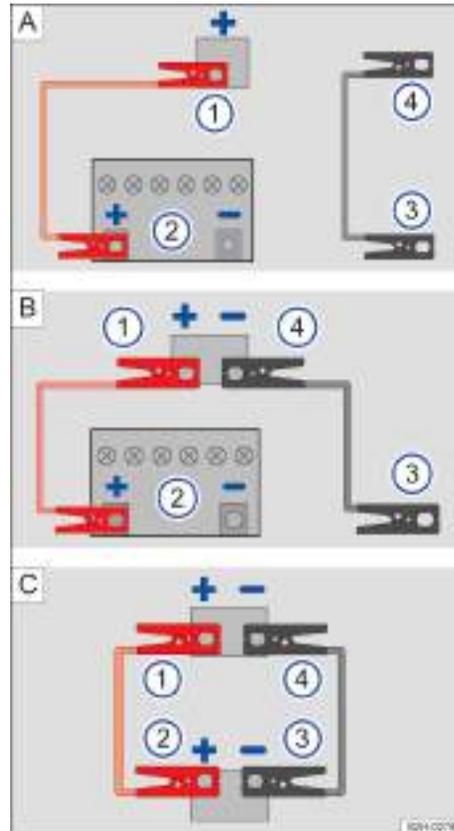

Fig. 164 En el compartimento del motor: conexiones para los cables de arranque (representación esquemática).
Leyenda de la fig. 164:
- **fig. 164 A**: Conexión entre la batería del vehículo que suministra la corriente **2** y **3** y la toma para la ayuda de arranque del vehículo con la batería descargada **1** y **4**.
- **fig. 164 B**: Conexión entre la batería del vehículo que suministra la corriente **2** y **3** y las dos tomas para la ayuda de arranque del vehículo con la batería descargada **1** y **4**.
- **fig. 164 C**: Conexión entre las tomas para la ayuda de arranque del vehículo que suministra la corriente **2** y **3** y las dos tomas para la ayuda de arranque del vehículo con la batería descargada **1** y **4**.
- Conecte un extremo del cable de arranque *rojo* al polo positivo **+** del vehículo con la batería descargada → **fig. 164 1**.
- Conecte el otro extremo del cable de arranque *rojo* al polo positivo **+** del vehículo con la batería que suministra la corriente → **fig. 164 2**.
- Conecte un extremo del cable de arranque *negro* → **fig. 164 3** preferentemente a un terminal de masa (toma para la ayuda de arranque **-**); de lo contrario, a la argolla de remolque delantera previamente enroscada, al bloque motor o a una pieza de metal maciza atornillada fijamente a este.
- Conecte el otro extremo del cable de arranque *negro* → **fig. 164 4** preferentemente a un terminal de masa (toma para la ayuda de arranque **-**) del vehículo con la batería descargada, al bloque motor o a una pieza de metal atornillada fijamente a este → **▲**.
- Desconecte los cables de arranque únicamente en el orden → **fig. 164 4 3 2 1** con los motores en marcha.